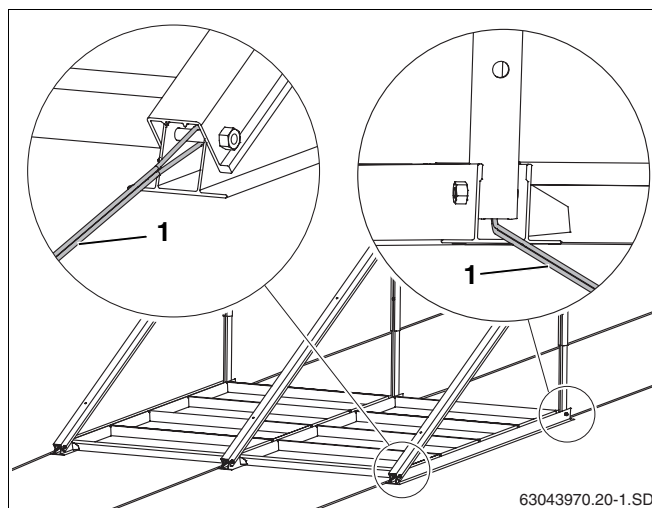

Fig. 28 Soportes para tejado plano con protección del cable
- ▶ En el lugar de emplazamiento, asegure cada colector con al menos 2 cables (fig. 28, **pos. 1**) al tornillo del perfil inferior y al lugar adecuado del tejado.